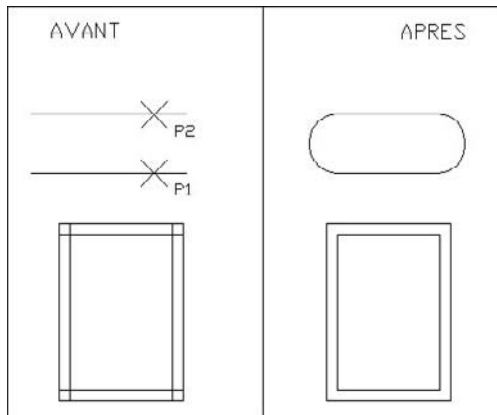

Fig.6.14
- Il est possible de raccorder des lignes parallèles. Dans ce cas, le rayon de l'arc de raccord est obligatoirement égal à la moitié de la distance entre les deux droites. Ce rayon n'est pas à préciser car AutoCAD le détecte automatiquement lors de la sélection des deux objets (fig.6.14).
- L'utilisation de la commande **Raccorder** (Fillet) permet parfois de finaliser plus rapidement un dessin qu'avec la commande **Ajuster** (Trim). En effet, avec un rayon de raccord égal à zéro, il est très facile d'ajuster certains dessins comme l'illustre la figure 6.14. Pour avoir rapidement un raccord de rayon nul, il suffit d'appuyer sur la touche Maj tout en sélectionnant les deux lignes.